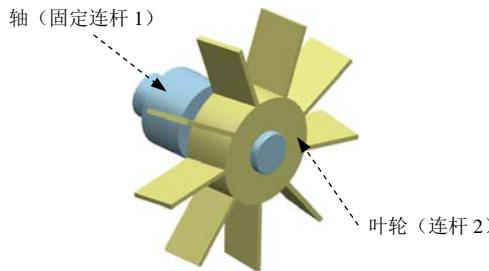

图 7.3.11 机构模型
下面举例说明多项式函数驱动的应用。在图 7.3.11 所示的机构中, 定义叶轮在轴上的转动速度呈二次曲线变化, 且设定速度曲线方程为  $y=x^2+4x+1$ , 则多项式函数格式为  $\text{POLY}(x_1, 0, 1, 4, 1)$ 。
Step5. 定义固定连杆 1。选择下拉菜单 → 命令，系统弹出“连杆”对话框；选取图 7.3.11 所示的轴为固定连杆 1；在 **质量属性选项** 下拉列表中选择 **自动** 选项；在 **设置** 区域中选中  **固定连杆** 复选框；在 **名称** 文本框中采用默认的连杆名称“L001”；单击 按钮，完成固定连杆 1 的定义。
Step6. 定义连杆 2。选取图 7.3.11 所示的叶轮为连杆 2；在 **质量属性选项** 下拉列表中选择 **自动** 选项；在 **设置** 区域中取消选中  **固定连杆** 复选框；在 **名称** 文本框中采用默认的连杆名称“L002”；单击 按钮，完成连杆 2 的定义。